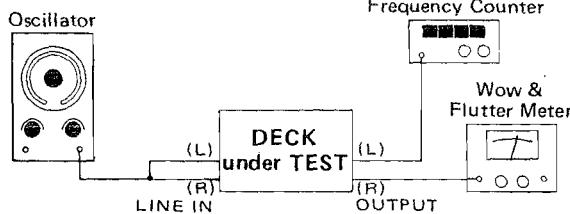

Fig. 4-7
1. Connect a frequency counter to the deck as shown in Fig. 4-7.
1. Connect a wow and flutter meter to the deck as shown in Fig. 4-7.
1. 図4-7のように周波数カウンタをデッキに接続する。
1. 図4-7のようにワウ・フラッタ・メータをデッキに接続する。